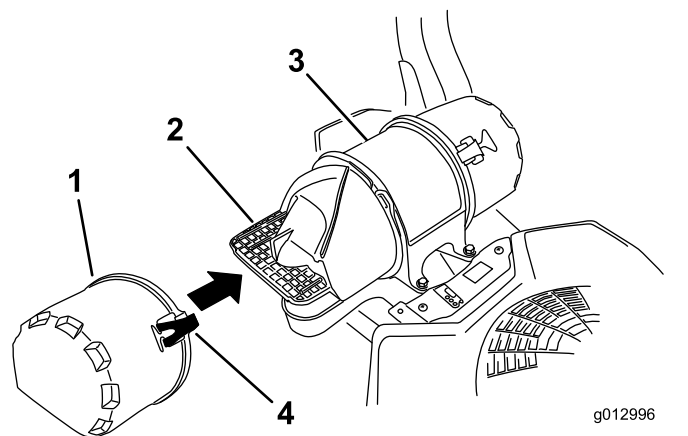

Figura 48
3. Abra los cierres del limpiador de aire y tire de la tapa de la entrada de aire para separarla de la carcasa del limpiador de aire (Figura 48).
5. Instale la tapa de la entrada de aire y sujétela con los enganches (Figura 48).